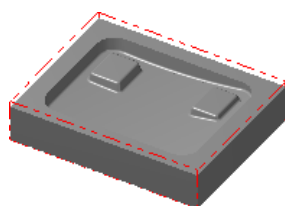

图 10.3 显示工件
Step4. 单击“机器群组属性”对话框中的 **✓** 按钮，完成工件的设置。此时零件如图 10.3 所示，从图中可以观察到零件的边缘多了红色的双点画线，双点画线围成的图形即为工件。